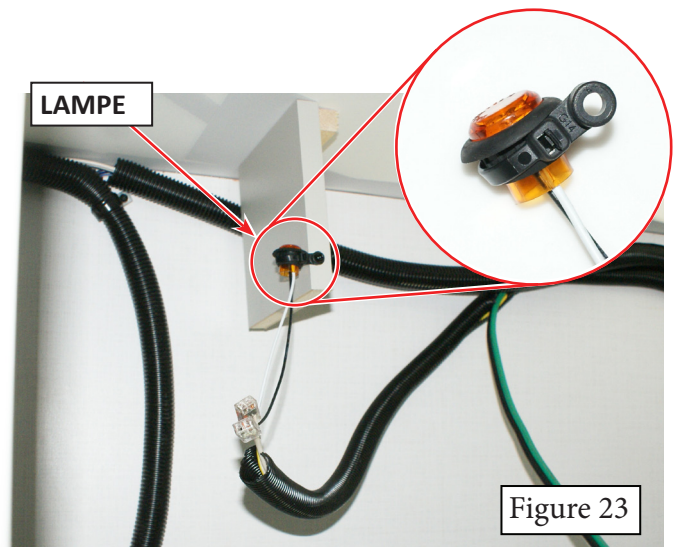

Figure 23
35. Positionnez la lumière orange dans l'armoire du réfrigérateur de manière à ce qu'elle soit visible lorsqu'elle est allumée. Raccordez le fil de calibre 1,628 mm aux fils de lampe à l'aide des fiches Wago (numéro de pièce 101917) (Figure 23).